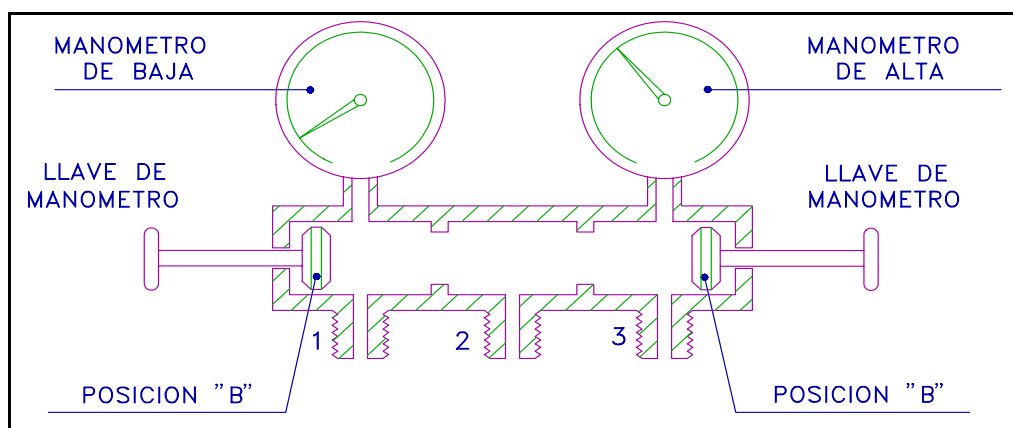

Fig.6
- Situación de las llaves en posición "B", las tres tomas (1), (2) y (3) están comunicadas entre sí (fig. 6).